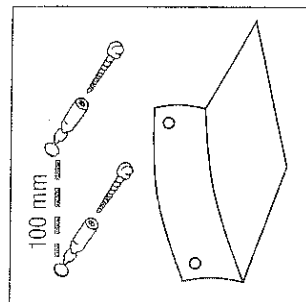

Fig. 3
- Utilisez le support mural pour marquer les trous de perçage (fig. 3).
- Gebruik de voet / wandhouder om de boorgaten af te tekenen (fig. 3).